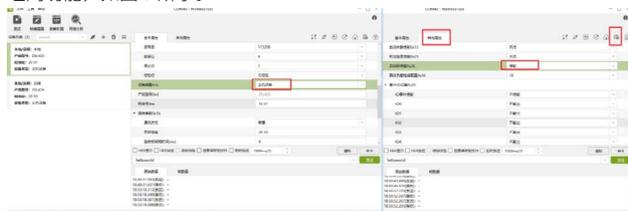

图9
5.1 将 ZSL42x-EVB Board 评估板的设备类型配置成主机设备、使能自组网功能，如图 9 所示。